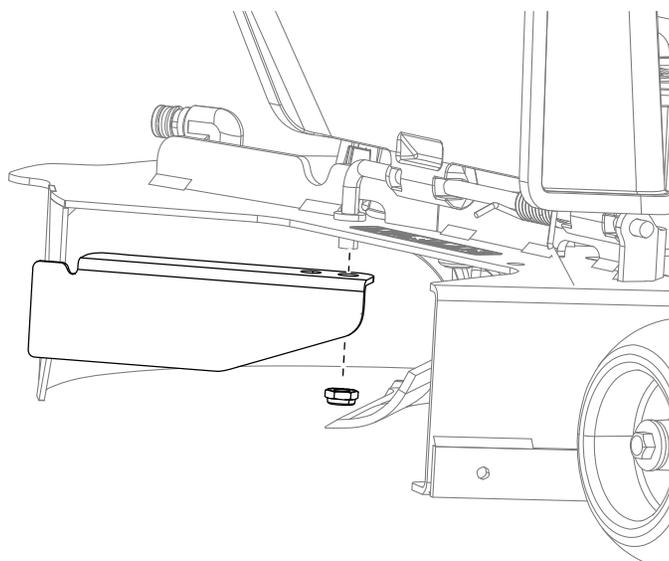

Figura 18
1. Para plataformas de 127 cm, remova o abafador existente da máquina (Figura 18).